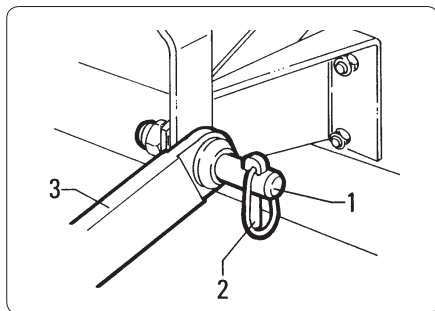

fig. 4.1.1
- *Den Schlepper im Rückwärtsgang an den Schlegelhäckslers annähern. Dabei die unteren Lenker des Schleppers auf die beiden seitlichen Kupplungspunkte "1" Abb. 4.1.1. ausrichten.*
- Fissarli inserendo le relative copiglie di sicurezza "2" fig. 4.1.1.